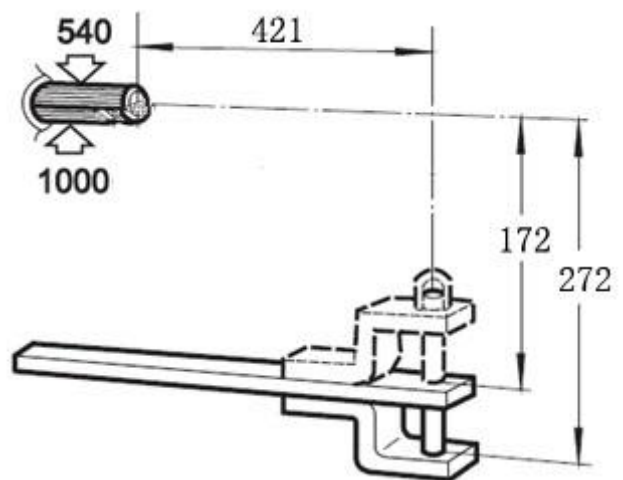

Figura 7-17 Ubicación de horquilla de tracción con respecto al
- (3) Posición del tenedor de tracción con respecto al eje de toma de fuerza (PTO) (véase la Figura 7-17)